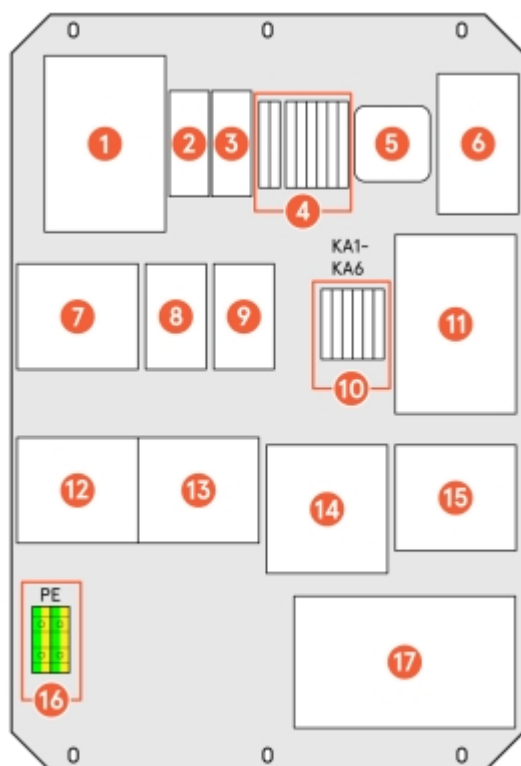

Bild 42: Komponenter i SmartHub
1.1 Aktivera Wi-Fi genom att trycka på knappen för Wi-Fi i SmartHub, se **Bild 42**.
SSID: AS-SERIENR (serienumret på SmartHub finns på centraldatorn, se **Bild 42**.)